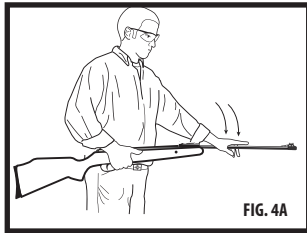

FIG. 4A
4. Tryk med håndfladen kraftigt på mundingen for enden af løbet (**Fig. 4A**) for at eksponere laderummet.